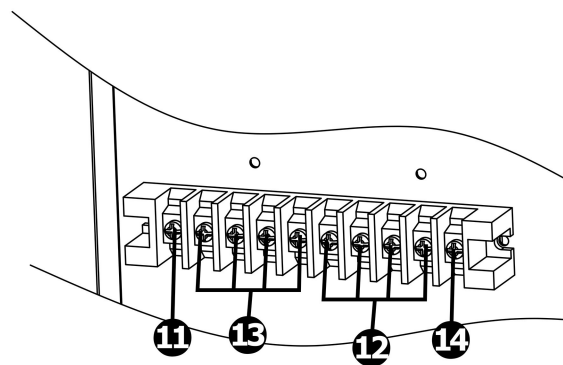

Рис.2-2-1 Блок клемм для подключения ИБП
9. Блок входных и выходных клемм для подключения силовых проводов (см. рис.2-2-1);